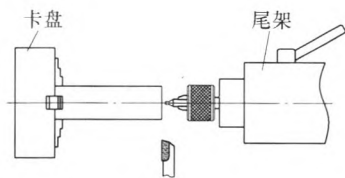
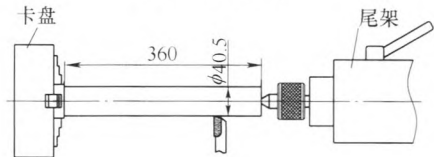

图2 粗车第一步
图3 粗车第二步
(1) 下料: 毛坯为 $\phi 42$ mm 圆棒料, 下料长度为 383.5 mm。
(2) 粗车: 用自定心卡盘夹住棒料一端, 车光端面, 打中心孔, 如图 2 所示。把工件从卡盘中拉出一些, 卡盘夹持住棒料头, 另一端用尾顶尖顶住车外圆至 $\phi 40.5 \text{ mm} \times 360 \text{ mm}$, 如图 3 所示。将工件再